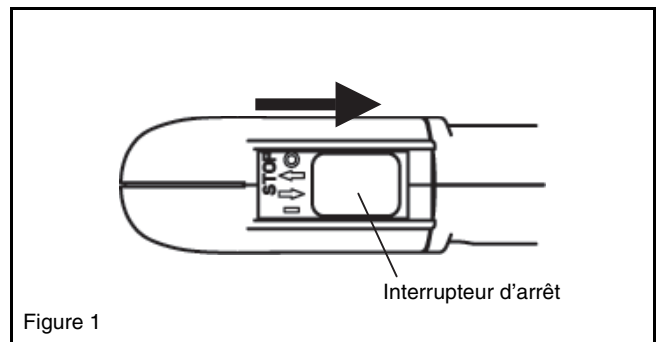

Figure 1
- (1) Positionner cette machine à un lieu plat.
- (2) Mettre l'interrupteur d'arrêt sur la position "MARCHE". (Figure 1)